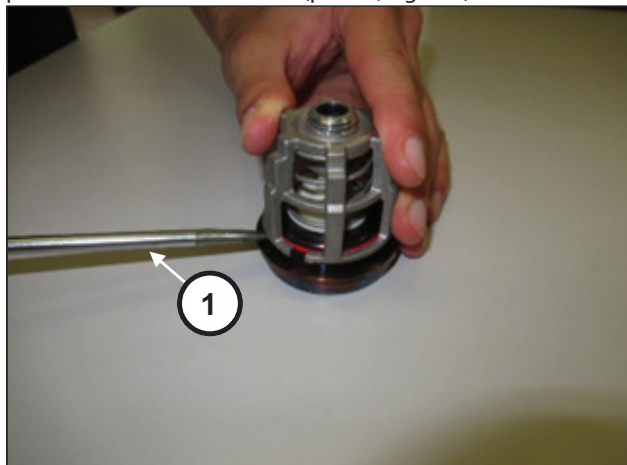

Fig. 110
Desmontar los grupos válvula de aspiración y envío haciendo palanca con una herramienta (pos. ①, Fig. 110).